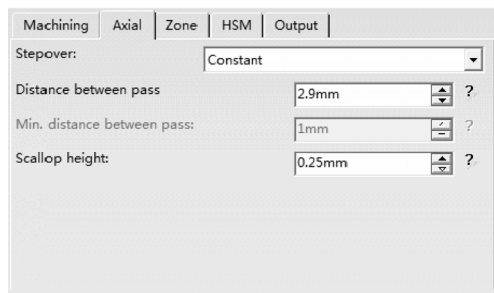

图 2-84 “Axial” 选项卡 (2)
2) “Axial” 选项卡 (2) 如图 2-84 所示。该选项相关参数如下: